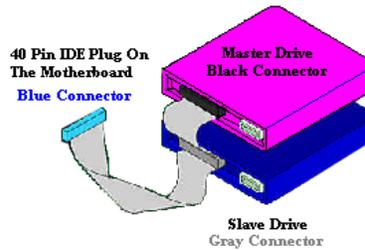

Bild 2-12. Verbindung eines ATA/66 Kabels mit dem Motherboard
- Verbinden Sie den **SCHWARZEN** Anschluss mit dem passenden Stecker auf dem Master Festplatten Laufwerk. Verbinden Sie den **GRAUEN** Anschluss mit dem passenden Stecker auf dem Slave Laufwerk (Secondary Festplatten Laufwerk, CD ROM, oder Bandlaufwerk). Siehe hierzu Bild 2-12.